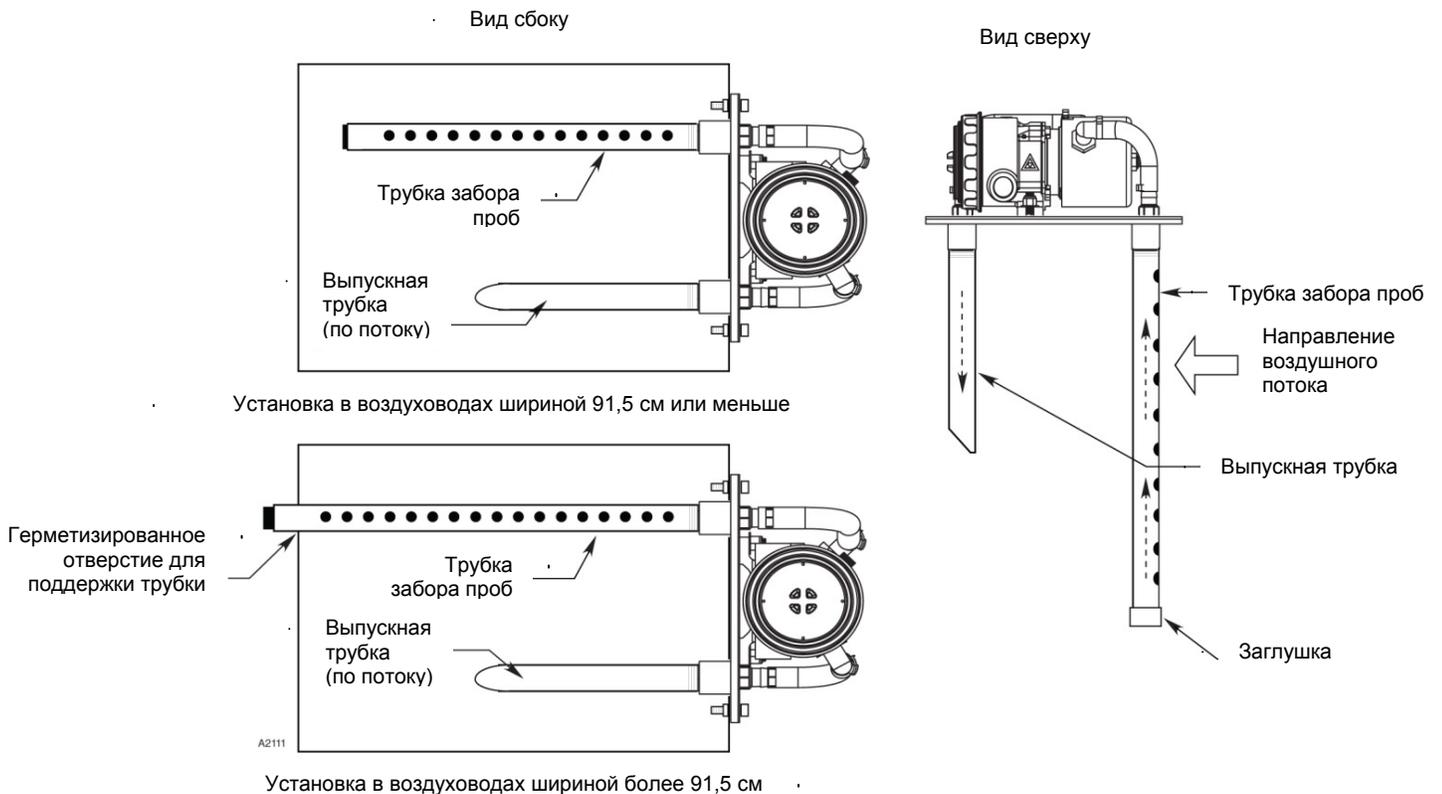

Рис. 4. Варианты установки трубок опробирования в воздуховодных магистралях.
3. Подсоедините выпускную трубку к газоанализатору, ввинтив её в переходную втулку на пластине и затянув таким образом, чтобы скошенный конец трубки был ориентирован по направлению воздушного потока. Отверстие трубки всегда должно быть направлено в противоположную сторону от отверстия забора свежего воздуха, как показано на рис. 4. Резьбовое соединение должно быть зафиксировано после окончательной затяжки.